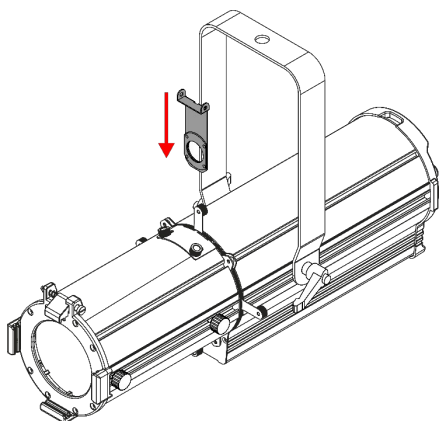

Fig. 19
- 04) Cambiare il gobo nel **portagobo (12)**. Per ulteriori informazioni, vedere **Modifica del gobo** a pagina 18.
- 05) Inserire il **portagobo (12)** nell'alloggiamento del gobo (vedere la Fig. 19).